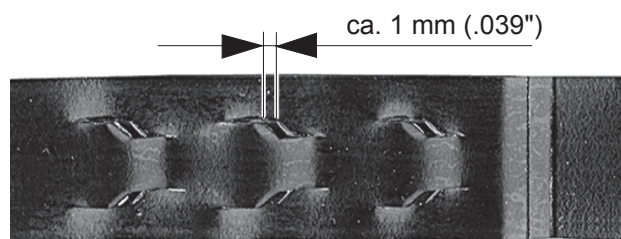

Fig. 7
- **Effectuer la vérification du sertissage (voir fig. 7).**